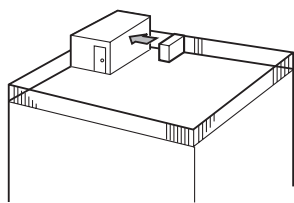

Fig. 2-3
- ① Τοποθετήστε τη μονάδα ώστε το στόμιο εξαγωγής του αέρα να είναι στραμμένο προς τον πλησιέστερο διαθέσιμο τοίχο και να απέχει περίπου 50 cm. (Fig. 2-3)